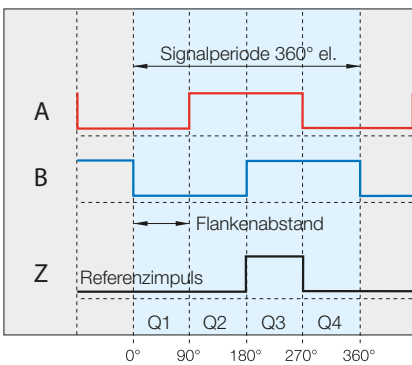

Bild 6-1: Digitale Ausgangssignale bei Vorwärtsbewegung
Die Position des Z-Signals kann unterschiedlich sein (Q1...Q4, siehe Bild 6-1). Es befindet sich aber immer an der physikalisch korrekten Position und ist immer ein Inkrement breit.
- ein polperiodisches Referenzsignal (Periode = 10 mm, Breite Referenzsignal = Flankenabstand, Bild 6-1). Wenn mehrere Referenzsignale übertragen werden müssen, muss ein externer Auswahlschalter an das gewünschte Referenzpunktsignal montiert werden.